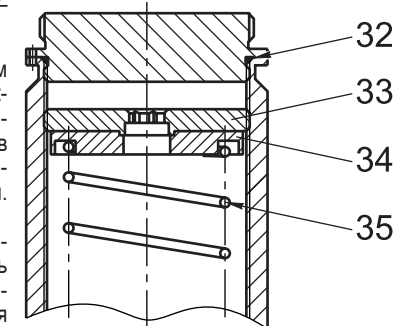

Рис. 6
4.8 Настройка давления срабатывания предохранительно-сбросного клапана (рис. 6).
- используя шестигранное отверстие в регулировочном винте 28 (рис. 6) при его повороте по часовой стрелке можно увеличить давление срабатывания на клапане до заданного значения. Поворачивая регулировочный винт 28 против часовой стрелки происходит уменьшение давления срабатывания. После проведения регулировки защитную пробку (см. рис. 1) необходимо установить в прежнее положение.